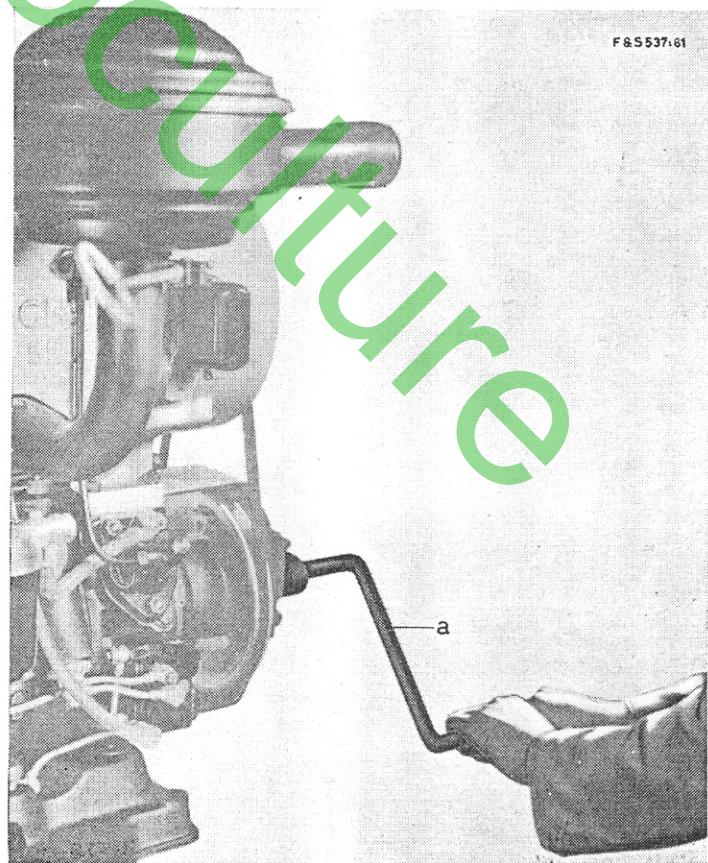

Figure 5:
a) **avec manivelle** (figure 5)